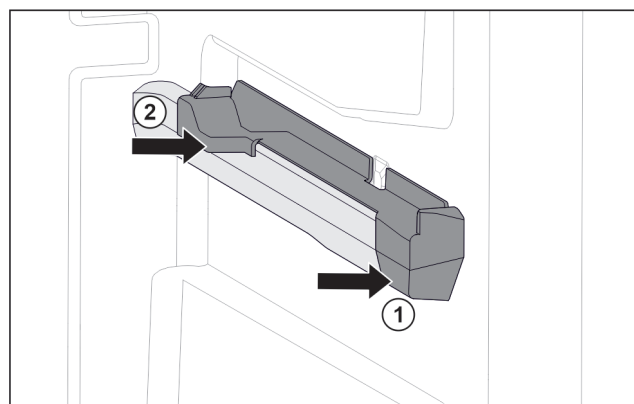

Fig. 124 Natični dio na desnom žlijebu spremnika
- Postavite natični dio sprijeda na žlijeb spremnika. Fig. 124 (1)
- Pritisnite natični dio straga. Fig. 124 (2)